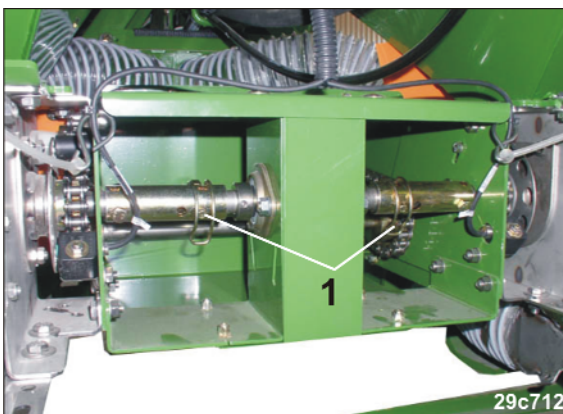

Fig. 193
3. Fjern en af de to ringsplitten (Fig. 193/1).